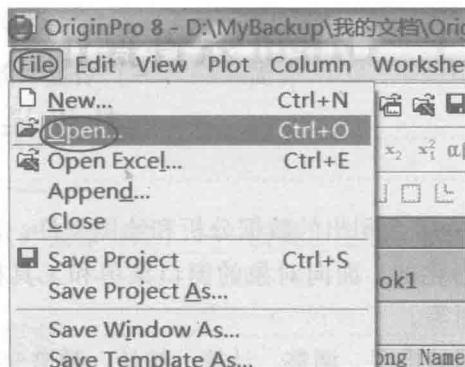
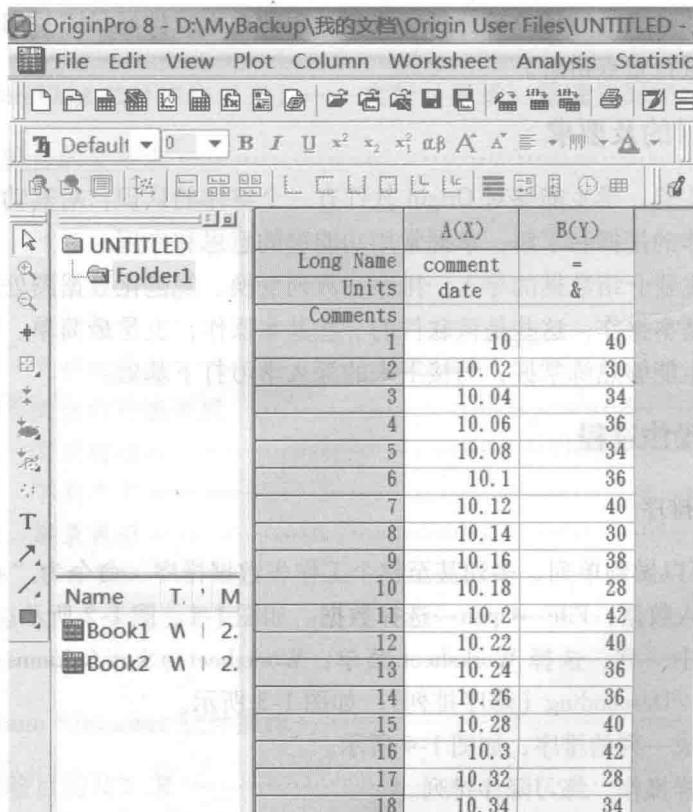

图 1-1 打开数据功能键
图 1-2 数据界面
- (1) 导入数据：File→Open→选择数据。如图 1-1、图 1-2 所示。